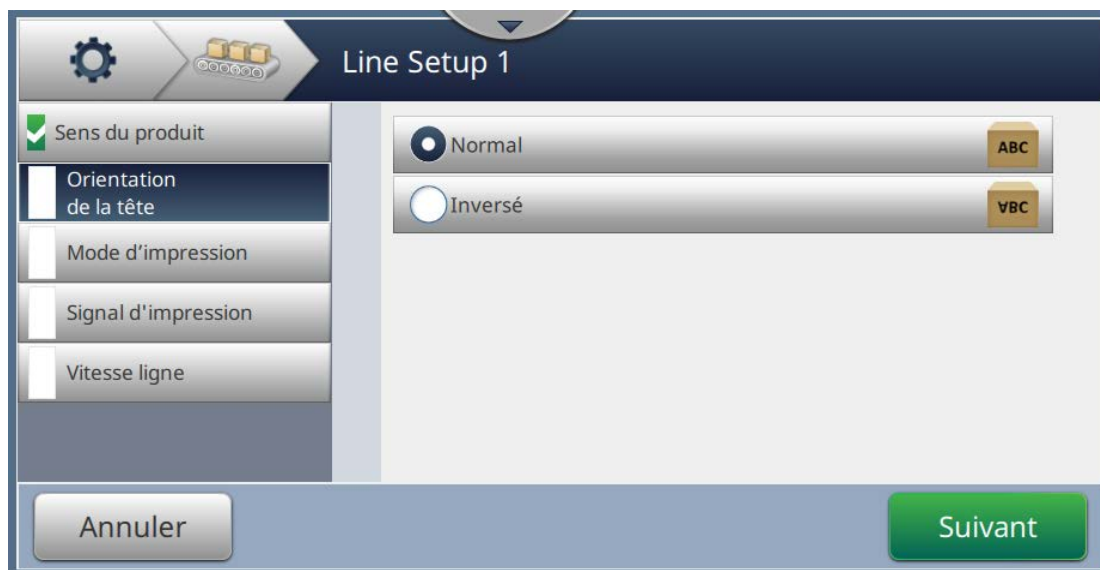

Figure 6-30 : Configuration de ligne - Orientation de la tête d'impression
1. Sélectionnez l'orientation de la tête d'impression comme illustré dans Figure 6-30.